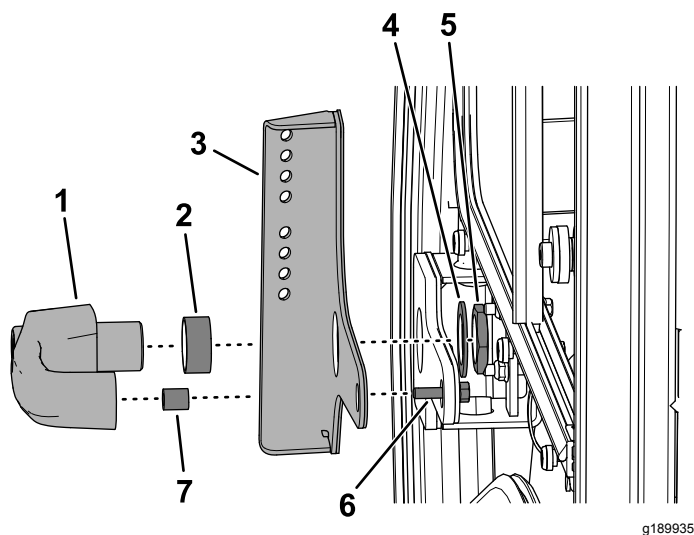

Figur 3
4. Fastklæb håndtagspakningen på spejlbeslaget (Figur 3).